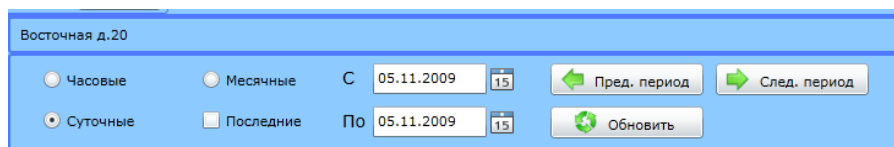

Рис. 72 Панель управления
- Верхняя – панель управления (Рис. 72) предназначена для выбора типа архива и периода времени, за который нужно отображать данные для просмотра и генерации отчетов.